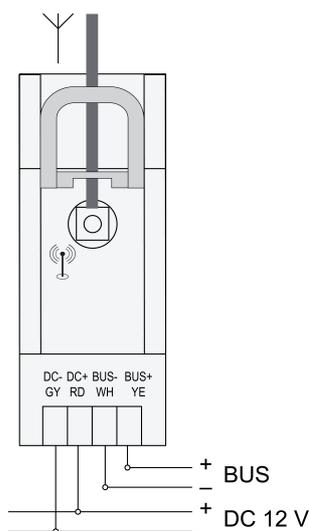

Figura 2: Schema di collegamento
- Collegare l'apparecchio come da schema di collegamento (figura 2).